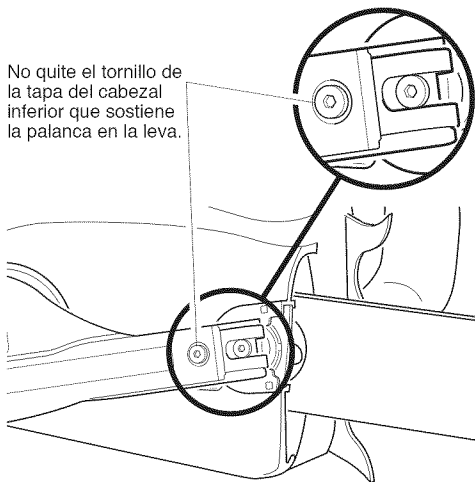

**Figura 14 - Cómo quitar y limpiar la basura de la tapa de la rueda dentada**
2. Agarre, hale y abra la palanca de tensión de la cadena (Vea la Figura 14).